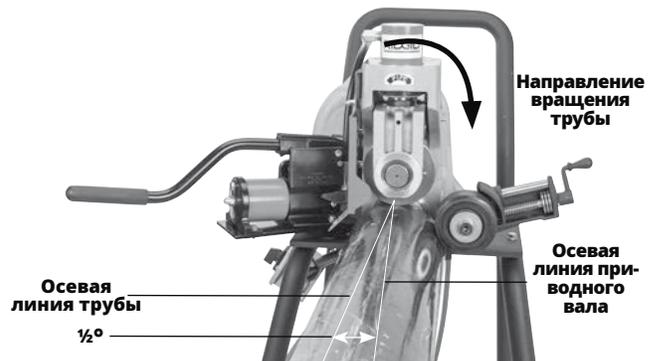

Рис. 13 - Смещение трубы на $\frac{1}{2}^\circ$, (утрировано)
7. Слегка сместите трубу и подставки примерно на $\frac{1}{2}$ градуса (примерно на 1 дюйм больше на расстоянии 10 футов от желобонакатчика) в сторону оператора. Правильное выравнивание трубы и желобонакатчика помогает обеспечить правильное слежение за трубой во время накатки (см. рис. 13). Это правильное смещение для канавок и работ со стабилизатором.